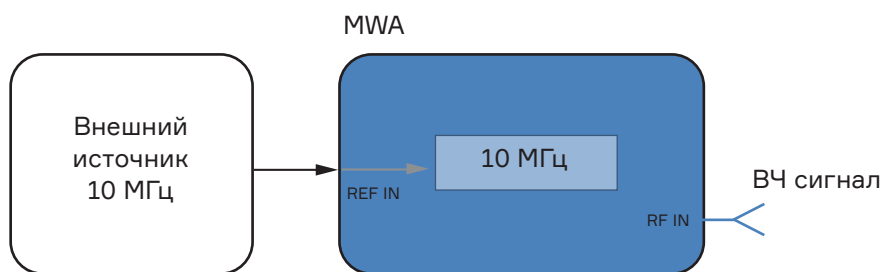

Рис.5. Работа от внешнего опорного источника
На Рис.5 приведена блок-схема подключения внешнего опорного источника частотой 10 МГц для синхронизации прибора.
- нажмите экранную клавишу **Настройки / Settings** (Рис.5);